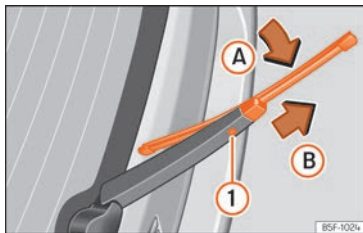

Abb. 160 Scheibenwischerblatt der Heckscheibe auswechseln.
- Das Wischerblatt leicht drehen »» (Abb. 160) (Pfeil A).
- Die Entriegelungstaste ① gedrückt halten und gleichzeitig das Scheibenwischerblatt in Pfeilrichtung B abziehen.
- Neues Heckscheibenwischerblatt **gleicher Länge und Ausführung** entgegen der Pfeilrichtung B auf den Scheibenwischerarm schieben, bis der Mechanismus ① einrastet.